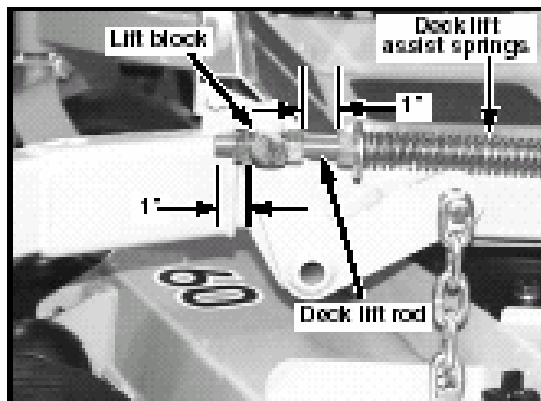

Figure 5-23
9. Faites dépasser la partie filetée de la tringle de relevage du plateau d'environ 1" (25mm) du bloc de relevage. Fig. 5-23
27. Comprimez les ressorts aidant au relevage du plateau de coupe de sorte qu'il y ait un espace de 25 mm (1") entre l'écrou avant situé sur le ressort et l'écrou arrière situé sur le bloc de relevage du plateau (Fig. 5-23).